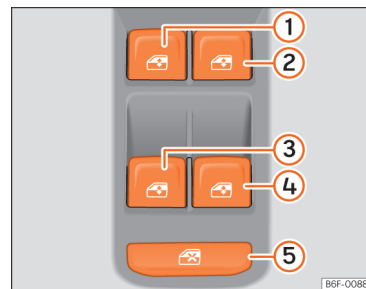

Abb. 60 Ausschnitt der Fahrertür: Tasten zum Bedienen der elektrischen Fensterheber
Mit dem Sicherheitsschalter  (Abb. 60) ⑤ in der Fahrertür können die Fensterheber-Tasten in den hinteren Türen außer Funktion gesetzt werden.